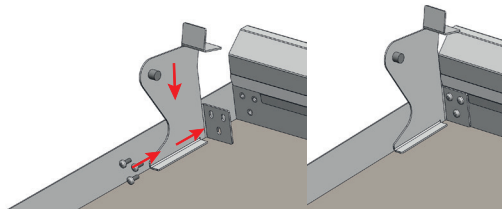

Bild 14. Montage des linken Scharniers des Deckels (links) und die Platte mit dem angeschraubten linken Scharnier (rechts).
- Eines der Scharniere (Bild 14) anschrauben. Das Scharnier so wie auf dem Bild 14 an die Platte anlegen, und es dann mit drei Schrauben an den Dampfableiter anschrauben (Schrauben M5 x 12 im Set enthalten)
- **Das zweite Scharnier anschrauben. Achtung! Die Tätigkeit sollte durch mindestens zwei Personen ausgeführt werden!** Indem man den Deckel so festhält, damit er nicht fällt, sollte das zweite Scharnier mit Hilfe von drei Schrauben M5 x 12 aus dem Set an die Rauchableitung angeschraubt werden (wie auf Bild 14).